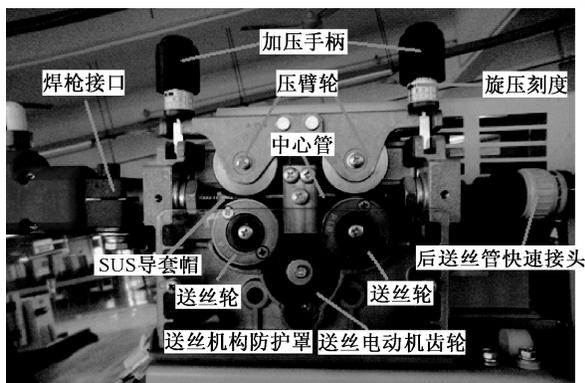
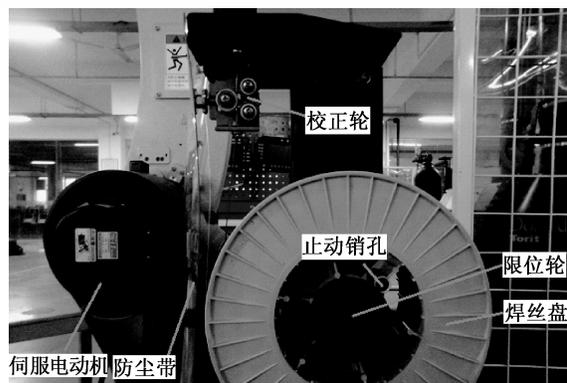

图 1-15 四轮送丝机构
图 1-16 焊丝盘部位
(1) 剪断焊丝盘与送丝管之间的焊丝，把焊丝盘上的焊丝头穿到焊丝盘侧面的小孔里打结，防止焊丝回松。旋开机器人腰部焊丝轴中心的限位轮，取下焊丝盘，扳开机器人手臂上的四轮送丝机构的加压手柄，并从机器人导电嘴处抽出送丝管内剩余焊丝，如图 1-15、图 1-16 所示。